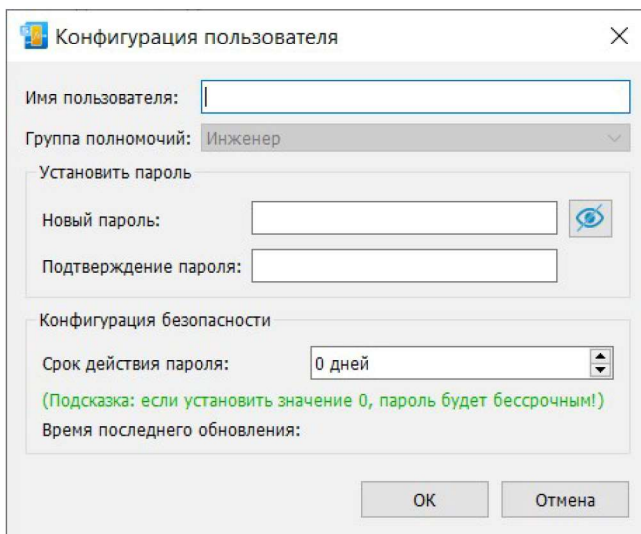

Рисунок 3.3.1-1 Диалоговое окно добавления пользователя
- 2) В открывшемся диалоговом окне «Конфигурация пользователя» введите имя пользователя и пароль и нажмите кнопку «ОК», чтобы завершить добавление пользователя (рисунок 3.3.1-1).